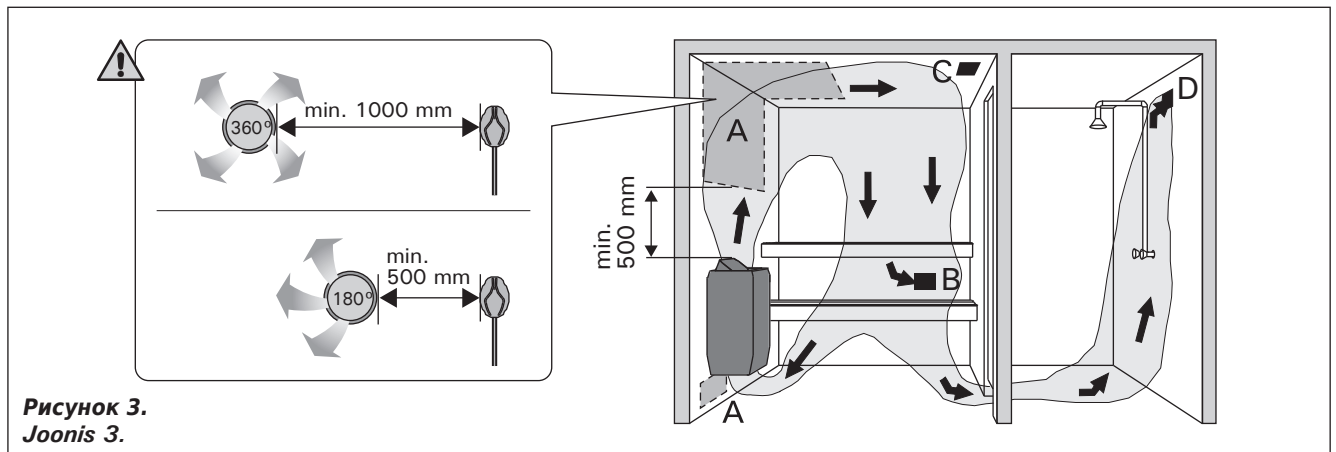

Рисунок 3.
Воздух в сауне должен заменяться шесть раз в час. На рис. 3 показаны варианты вентиляции сауны.
**⚠ Не размещайте вентиляционную отдушину сауны возле датчика температуры.** Поток воздуха вблизи датчика охлаждает датчик и приводит к неточности показаний устройства управления. В результате возможен перегрев каменки. Минимальное расстояние от температурного датчика до вентиляционной отдушины (рис. 3):